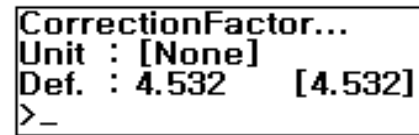

Fig. 13
- **Correction Factor:** Fig. 13과 같이 Correction Factor 를 변경한다. (기본값은 4.532)